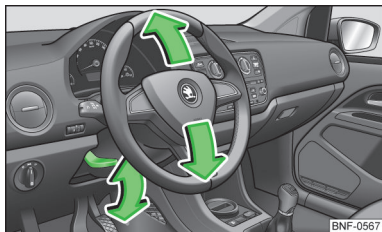

Fig. 2
- Rabatați n jos maneta de siguranță de sub volan » fig. 2.